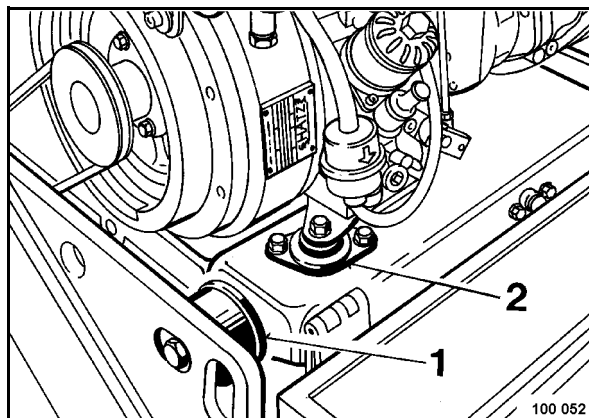

Рис. 78
- Проверить все резиновые амортизаторы 1 (Рис. 78) между верхней конструкцией, рамой и двигателем (2) на предмет трещин и разрывов и в случае повреждений незамедлительно заменить.